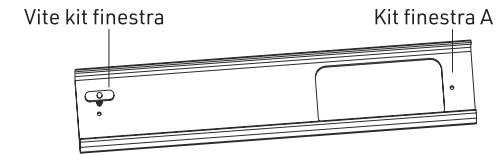

Fig. 1
- 2.) Come illustrato in fig. 1, inserire la vite ad alette nel foro dell'elemento A della staffa per finestra;